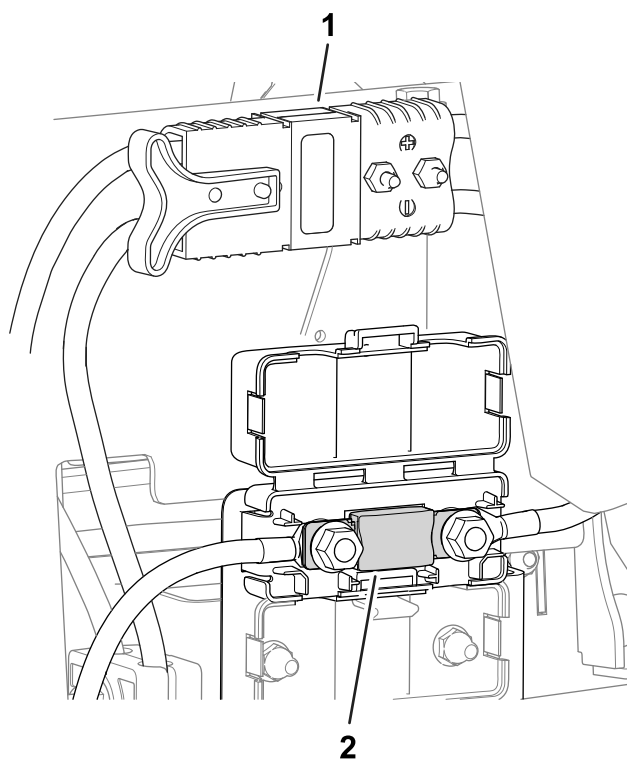

Figura 54
- El fusible del sistema eléctrico está situado debajo de los conectores eléctricos principales (Figura 54).